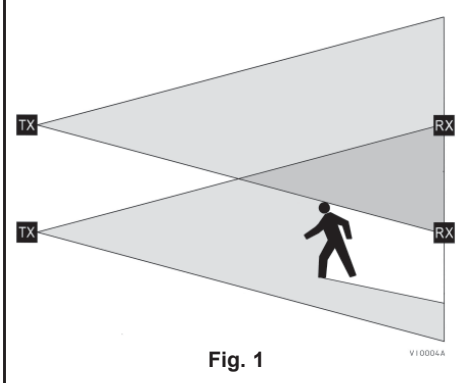

Fig. 1
- Il raggio emesso dal trasmettitore ha la forma di un cono. Nel caso di coppie di fotocellule vicine è necessario incrociare le posizioni tra trasmettitori e ricevitori (fig. 1) oppure effettuare la sincronizzazione (vedere cap. SINCRONIZZAZIONE FOTOCELLULE).
- The beam emitted by the transmitter has the shape of a cone. If pairs of photocells are positioned near to one another, the fitter must crossover the transmitter and receiver positions (fig. 1) or alternatively perform synchronisation (see the PHOTOCELL SYNCHRONISATION Chap.).
- Der vom Sender abgegebene Strahl hat die Form eines Kegels. Bei nahe an einander liegenden Lichtschrankenpaaren sind die Positionen zwischen Sender und Empfänger (Fig. 1) zu kreuzen oder eine Synchronisierung durchzuführen (siehe Kap. SYNCHRONISIERUNG DER LICHTSCHRANKEN).
- Le rayon émis du transmetteur a la forme d'un cône et possède un angle au sommet d'environ 20°. Dans le cas de paires de systèmes de détecteur de présence à proximité, il est nécessaire de croiser les positions entre les transmetteurs et les récepteurs (fig. 1) ou d'effectuer la synchronisation (voir chap. SYNCHRONISATION DES SYSTÈMES DE DÉTECTEUR DE PRÉSENCE).
- El rayo emitido por el transmisor tiene la forma de un cono. En caso de pares de fotocélulas cercanas es necesario cruzar las posiciones entre los transmisores y los receptores (Fig. 1) o realizar la sincronización (ver punto SINCRONIZACIÓN DE LAS FOTOCÉLULAS).
- Promień wysyłany przez nadajnik ma formę stożka. W przypadku zamontowanych blisko siebie par fotokomórek, należy skrzyżować położenie pomiędzy nadajnikami i odbiornikami (rys. 1) lub zastosować synchronizację (zobacz rozdz. SYNCHRONIZACJA FOTOKOMÓREK).